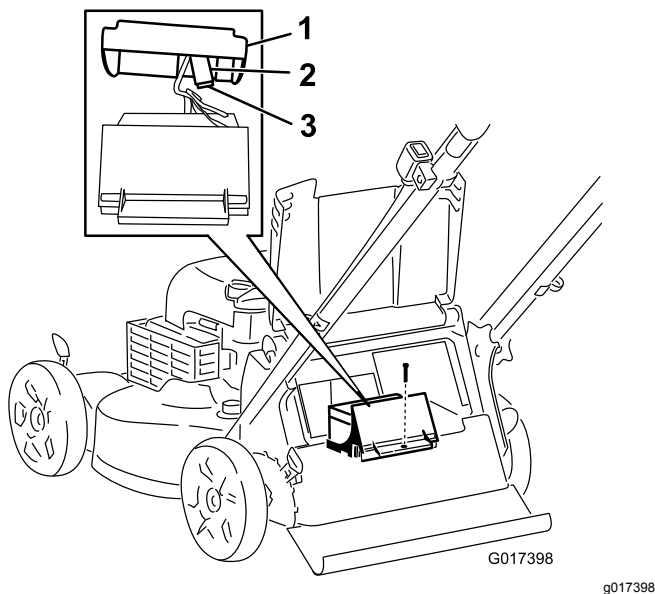

Bild 37
3. Entfernen Sie die Schraube, mit der das Batteriefach befestigt ist, ziehen Sie die Batterie heraus und finden Sie die Sicherung (Bild 37).
4. Wechseln Sie die Sicherung im Sicherungshalter aus (Bild 37).